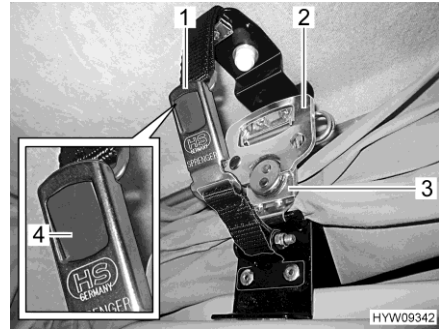

Bild 34 Lås
- Dra snabblåset (Bild 34,3) nedåt på båda sidorna och haka fast dem i hållarplattan.
- Fäll ut och vrid handtaget (Bild 34,2) på snabblåset ett halvt varv medurs.
- Fäll ihop båda delarna på säkerhetslåset (Bild 34,1). Den grå tryckknappen (Bild 34,4) hakar i.